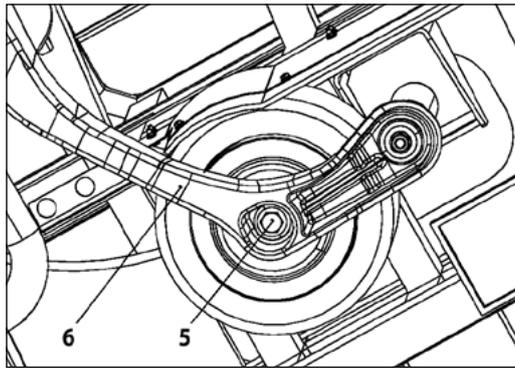

Figura 1-2-15
7. Remova o parafuso sextavado [5] da mola pneumática sob o eixo traseiro [6] (figura 1-2-15).